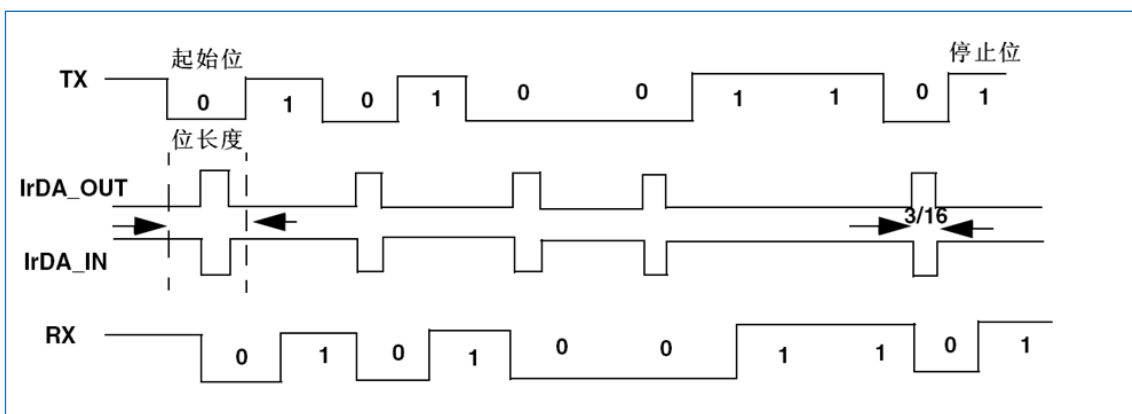

图 26-18 IrDA 数据调制 (3/16) 普通模式
- SIR 发送逻辑把 '0' 作为高脉冲发送，把 '1' 作为低电平发送。脉冲的宽度规定为正常模式时位周期的 3/16 (详见图 26-18)。